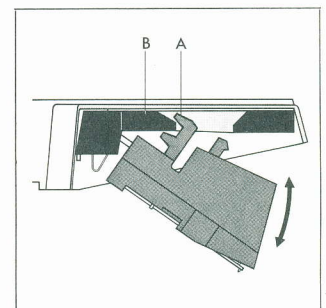

Fig. 3
Das Tonabnehmer-System zwischen Daumen und Zeigefinger der rechten Hand nehmen und schräg nach oben in den Kopf des Tonarmes so einführen, daß die Führungsschiene (A) am Tonabnehmer-System über die dafür vorgesehene Nase (B) im Tonabnehmer-Kopf zu liegen kommt. In dieser Stellung das Tonabnehmer-System leicht nach hinten und nach oben drücken bis Einrastung erfolgt (Fig. 3). Die neuartige Rastbefestigung dieses Tonabnehmer-Systems im Tonarm erlaubt die Montage mit Schrauben, Abstandsrollen und Muttern. Dabei ergibt sich mit dem Einrasten des Tonabnehmers im Tonarm auch automatisch der richtige geometrische Ort für die Nadelspitze.